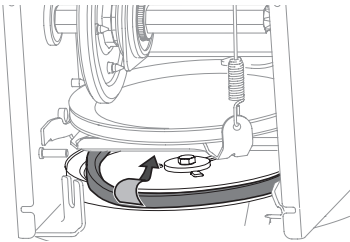

Figura 85
7. Retire la correa de alrededor de la polea de la barrena y deslice la misma entre la ménsula de soporte y la polea de la barrena (Figura 85).